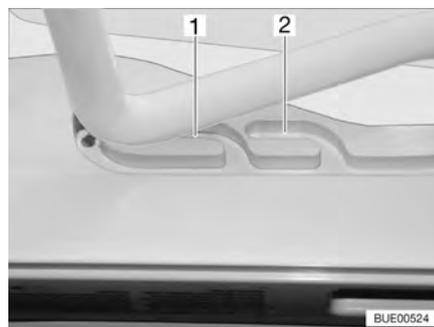
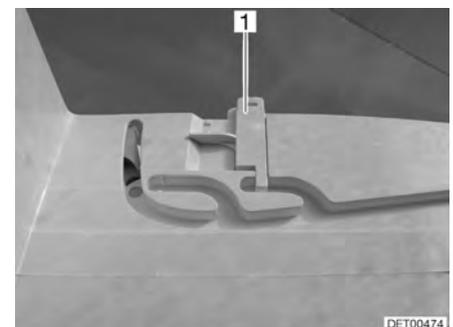

Fig. 61 Lanterneau Heki en position de ventilation
Fig. 62 Verrouillage position de ventilation
Il est possible d'amener le lanterneau Heki en deux positions de ventilation : Position pour mauvais temps (Fig. 61,1) et position intermédiaire (Fig. 61,2). Suivant le modèle, il est possible de verrouiller le lanterneau en position intermédiaire avec le verrou (Fig. 62,1).
- Pousser légèrement l'étrier vers le haut, le pousser dans la glissière choisie (Fig. 61,1 ou 2) et le verrouiller si nécessaire.